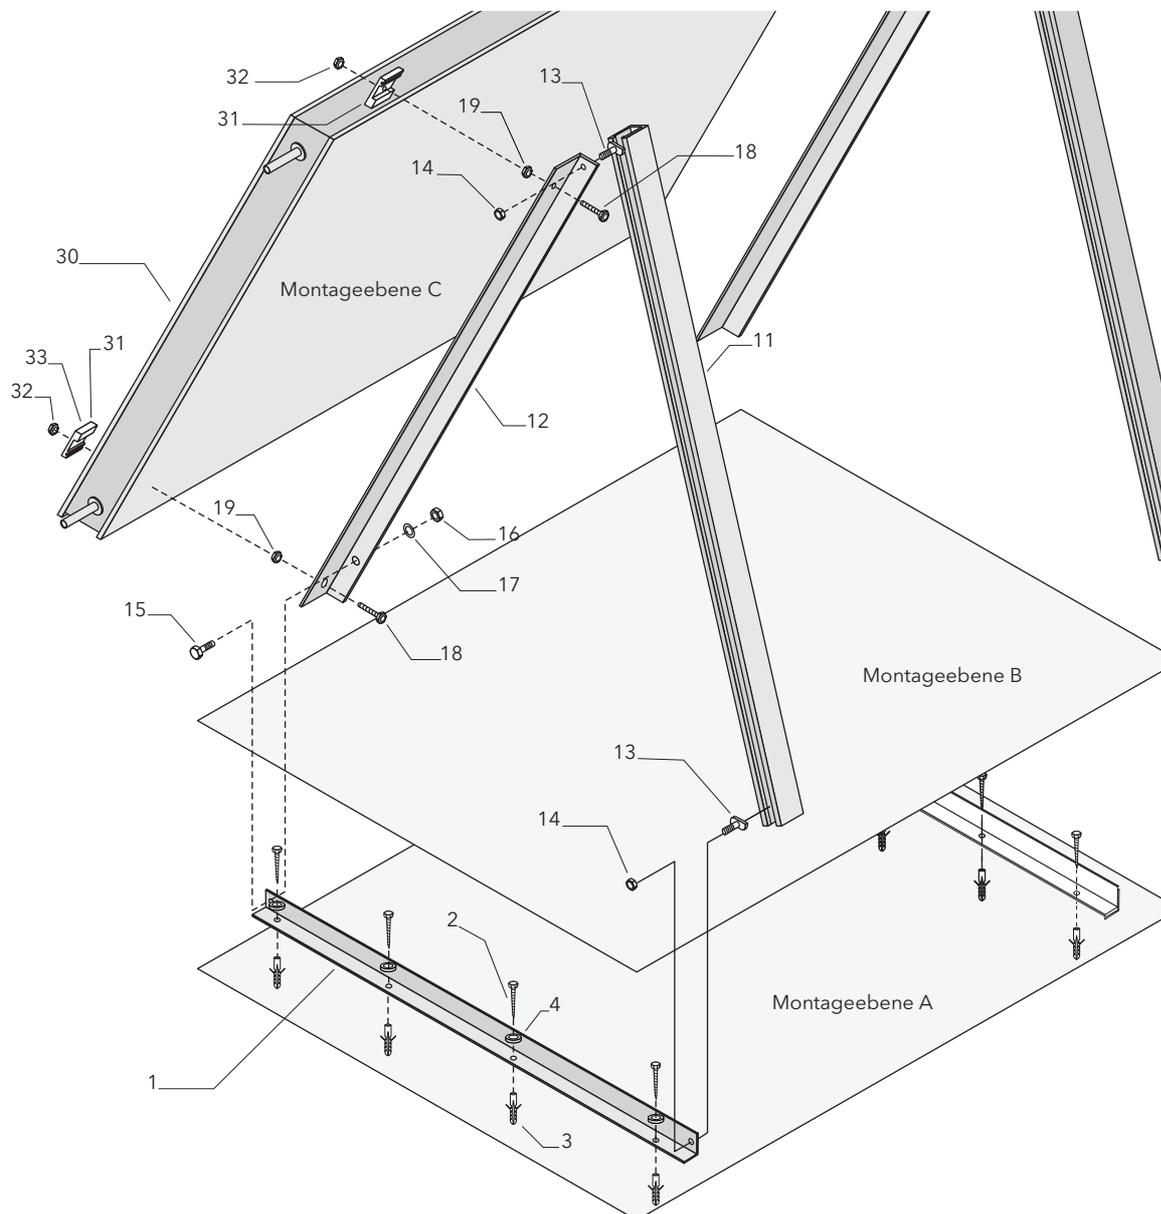

Bild 11 Kollektor-Freiaufstellung - Übersicht
Die Montage erfolgt in 3 Schritten (Bild 11, Ebene A-C): Nach Befestigung des Bodenwinkelprofils am Untergrund (A) wird das Haltedreieck montiert (B) und darauf schließlich der Kollektor befestigt (C).